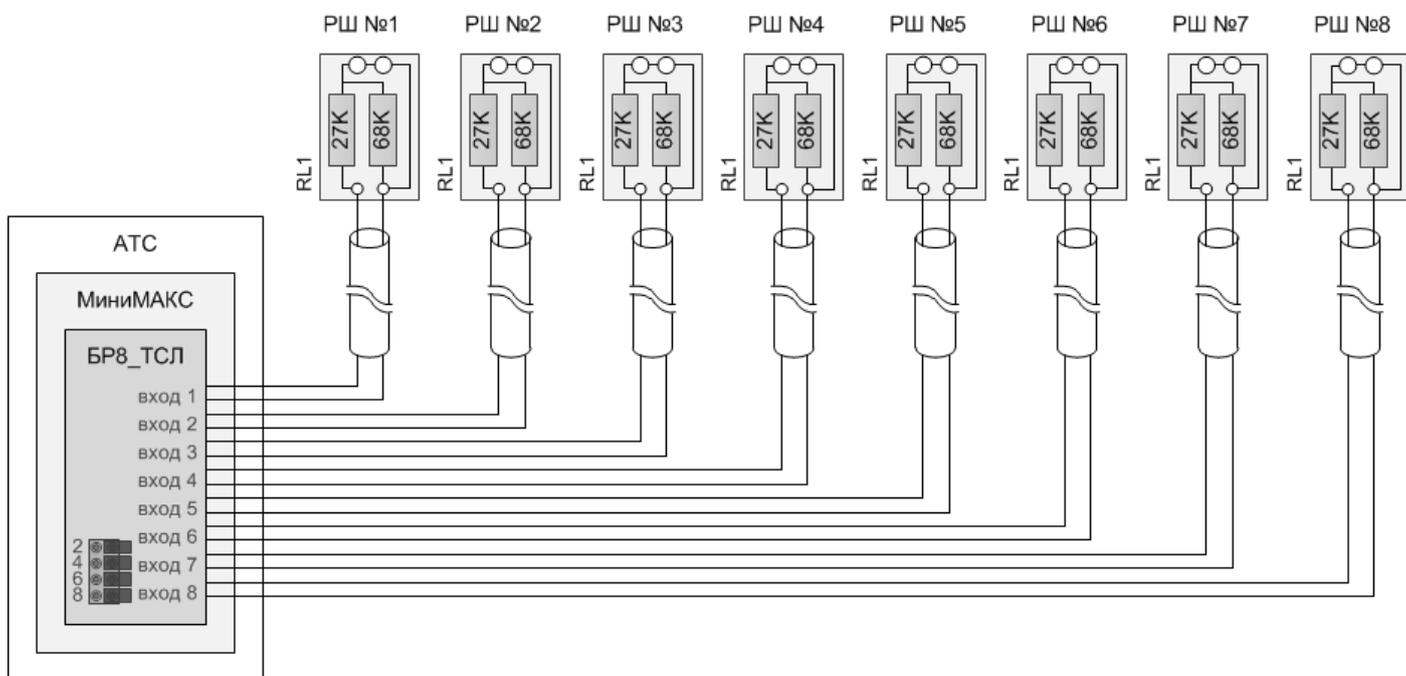
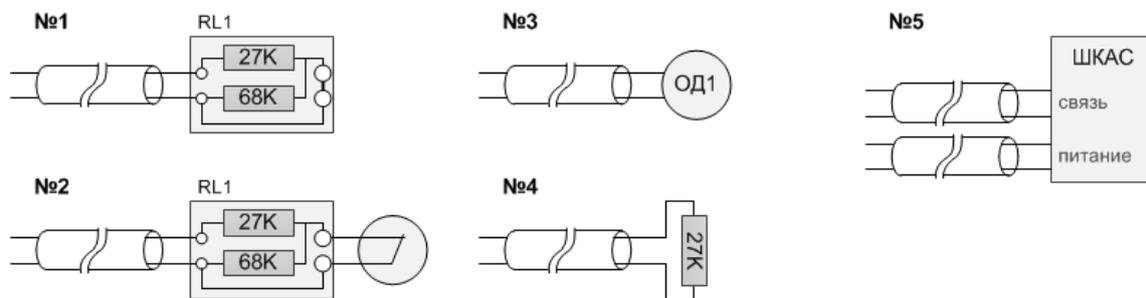

Рис.5.1. Условная схема подключения 8 кабелей
Рис.5.2. Возможные оконечные элементы для применения с БР8_ТСЛ
5.8. Для контроля кабеля требуется в нем выделить одну свободную пару (линию) для подключения к БР8_ТСЛ через клеммы изделия с одной стороны и к оконечному элементу с другой. Как правило, изделие устанавливается в помещении АТС, где имеется требуемое питание и канал связи, а оконечный элемент устанавливается в РШ. На рис.5.1 показана условная схема подключения к БР8_ТСЛ линий с оконечными элементами RL1. Вместо RL1 можно использовать другие оконечные элементы, варианты которых указаны в табл.5.2 и показаны на рис.5.2.